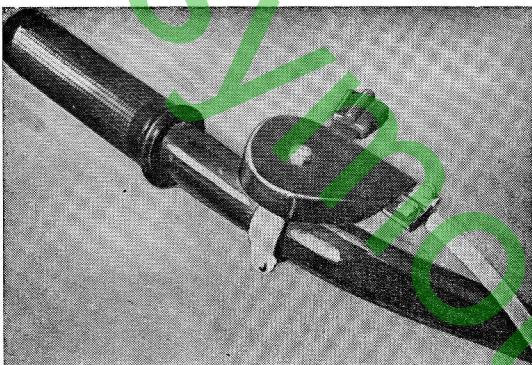

Fig. 10
- Pousser la manette des gaz sur la position « START ». S'assurer que le volet de départ soit bien fermé à fond dans cette position, sinon la commande de gaz doit être réglée en jouant sur la position de la gâche (fig. 10).